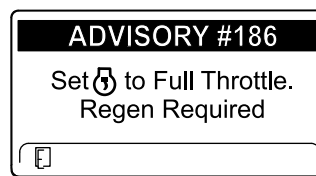

Figura 68
**Nota:** Si la temperatura del sistema de escape del motor es demasiado baja, el InfoCenter muestra el AVISO N° 186 (Figura 68) para indicarle que debe hacer funcionar el motor a velocidad máxima (ralentí alto).